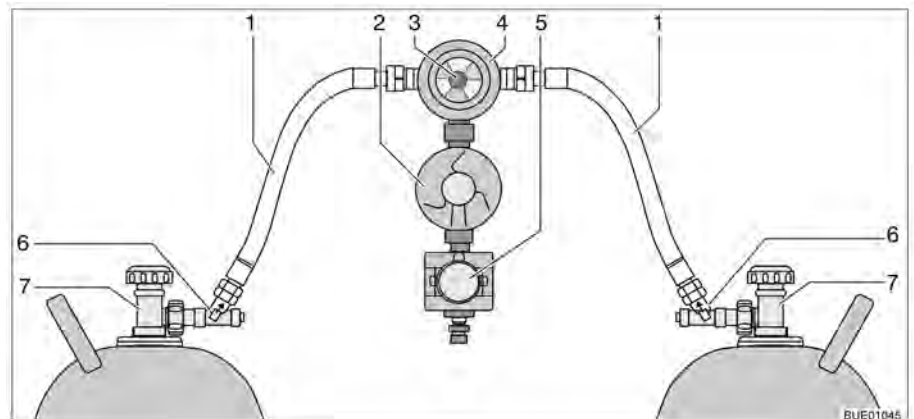

Bild 127 Crash-Protection-Unit-omkopplingsenhet
Crash-Protection-Unit består av två genomflödesbegränsare med manuell frigöring (Bild 127,6), en omkopplingsventil (Bild 127,4) med tryckregulator (Bild 127,2), en elventil (Bild 127,5) och kontrollenheten med trefärgad lysdiod. Omkopplingsventilen är monterad mellan de båda gasslangarna (Bild 127,1).
Med vredet (Bild 127,3) på omkopplingsventilen ställer du in vilken gasflaska som ska användas som driftflaska och vilken som ska användas som reservflaska.
Med kontrollenheten (Bild 128) kan endast de elektriska funktionerna styras. Gasflaskornas huvudavstängningsventiler (Bild 127,7) och frigöringarna (Bild 127,6) måste öppnas för hand.
- Öppna huvudavstängningsventilerna på gasflaskorna (Bild 127,7).
- Tryck in frigöringarna (Bild 127,6) i tio sekunder efter varandra.
- Med vredet (Bild 127,3) på omkopplingsventilen (Bild 127,4) väljs gasflaskan, som ska prioriteras (driftflaska). Vrid alltid vredet till stoppläget.
- Stäng huvudavstängningsventilerna på gasflaskorna (Bild 127,7).